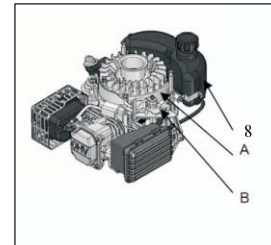

Fig. 12
4. Mueva el asa del control de arranque (ubicada en el equipo) para soltar el freno del volante de inercia, y compruebe que hay espacio entre el brazo del regulador y la palanca de retorno del acelerador cuando la palanca de retorno del acelerador está en la posición rápida (o alta). Compruebe también que haya al menos 2 mm de separación entre el tope y el soporte del cable del freno (consulte la Fig. 12).